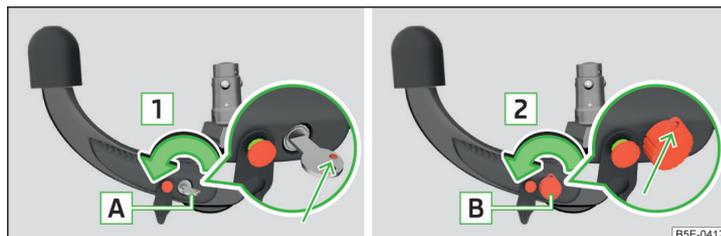

Abb. 186 1. Schritt: Schlüsselvariante 1 / Schlüsselvariante 2
- Den Schlüssel **A** in Pfeilrichtung **1** drehen, sodass dessen rote Markierung nach oben zeigt » Abb. 186.
- Den Schlüssel **B** in Pfeilrichtung **2** drehen, sodass die Schlüsselöse nach oben zeigt » Abb. 186.